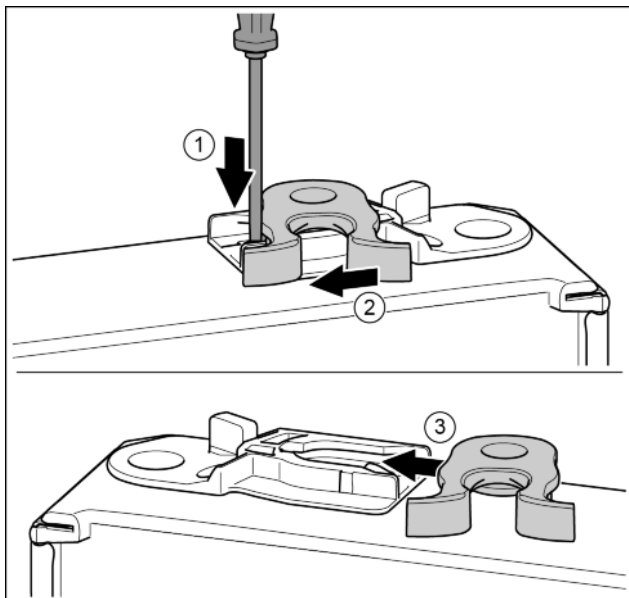

Fig. 18*
- ▶ Nakładkę wcisnąć w dół przy pomocy śrubokręta.* Fig. 18 (1)
- ▶ Hak zamykający wyjąć z prowadnicy.* Fig. 18 (2)
- ▶ Hak zamykający wsunąć w prowadnicę znajdującą się z drugiej strony.* Fig. 18 (3)